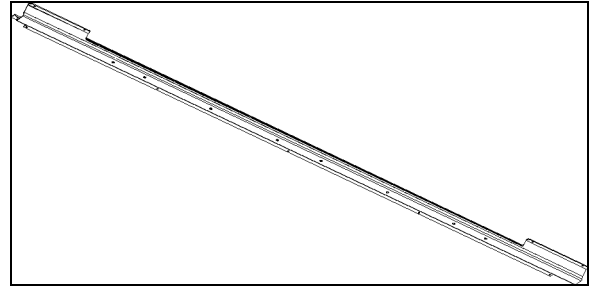

FIGURE 127: ÉCLAIRAGE D.E.L. INDIRECT DANS LES PORTE-BAGAGES À MAIN
2. Avec un tournevis pour vis cruciforme, dévisser et retirer la bande à D.E.L. existante (Figure 127).